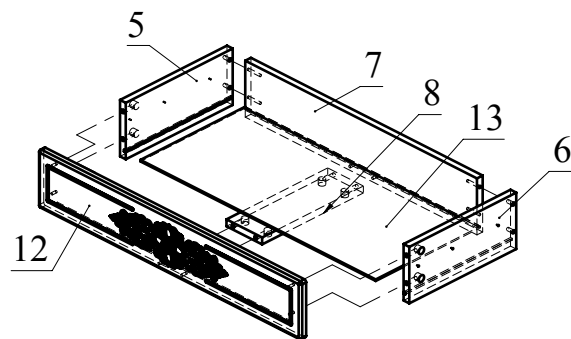

Рис.6
4. Соберите ящики. Для этого соедините детали 5, 6 с деталью 7 с помощью конфирмат. Затем вставьте деталь 13 (ДВП) в пазы деталей 5, 6, 7. Соедините деталь 8 с деталью 7 и затяните головки минификс. Установите фасад ящика 12 на детали 5, 6 и зафиксируйте, повернув конфирматным ключом головки минификсов по часовой стрелке до упора (Рис. 6).